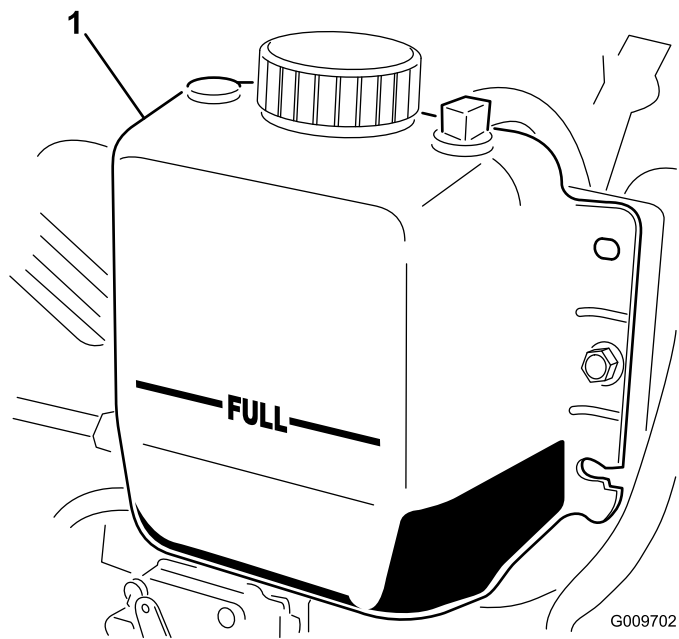

Figura 11
- Compruebe el nivel de refrigerante del radiador. El radiador debe llenarse hasta la parte superior del cuello de llenado, y el depósito de expansión debe llenarse hasta la marca LLENO (Figura 11).